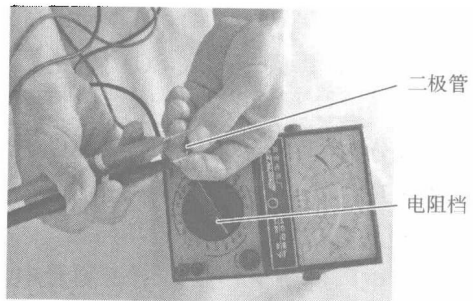

图 1-12 二极管的测量
(3) 二极管的测量 通过测量二极管的正、反向电阻,可以检查二极管的好坏。一般要求反向电阻比正向电阻大几百倍,这就是说,正向电阻愈小愈好,反向电阻愈大愈好。二极管的测量如图 1-12 所示。
(4) 直流电压的测量 将万用表调在直流电压档,选择表头指针接近满刻度偏转  $2/3$  时的量程。如果电路上的电压大小估计不出来,就要先用大的量程,粗略测量后再用合适的量程,这样可以防止由于电压过大而损坏万用表。